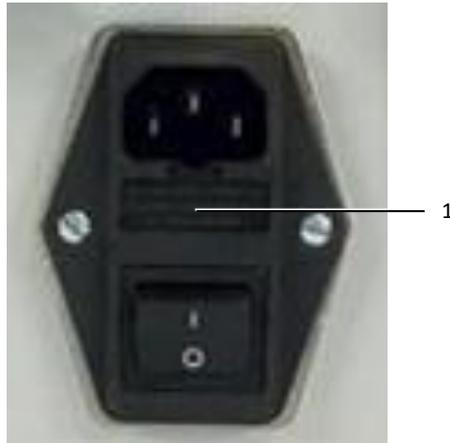

Fig. 36: Apertura del vano portafusibili
- Rimuovere il vano portafusibili (fig. 36, pos. 1), sollevandolo dall'unità filtro di rete utilizzando un cacciavite a taglio.